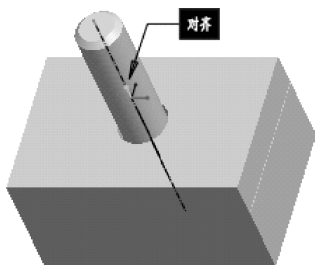

图 9-49 对齐轴线
(3) 注意到对话框中的【约束类型】下拉列表框中自动选择了【对齐】选项，为轴对齐约束，此时图形区如图9-49所示。
(4) 在【装配】操控板中单击【放置】按钮，弹出【放置】下滑面板。
(5) 在【放置】下滑面板的【集】列表中单击【新建约束】，【集】列表中弹出第2个约束，在【约束类型】下拉列表框中选择【配对】选项，